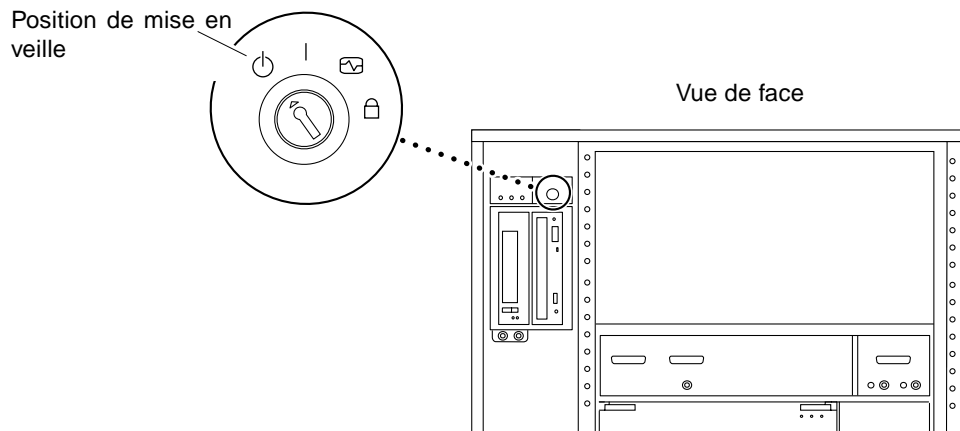

FIGURE 2-1 Position de mise en veille du commutateur à clé
3. Mettez le commutateur à clé du système sur la position ϕ (position de mise en veille) (FIGURE 2-1).